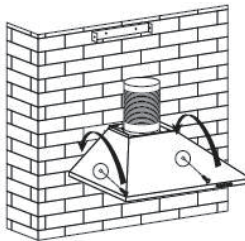

Abb. 5
7. Hängen Sie das Gerät an den Haken und befestigen Sie es mit den 2 Stück Sicherheitsschrauben (4 mm x 30 mm). Hinweis: Die beiden Sicherheitsöffnungen sind auf der Rückseite des Gehäuses angebracht und haben einen Durchmesser von 6 mm. Siehe Abb. 5.